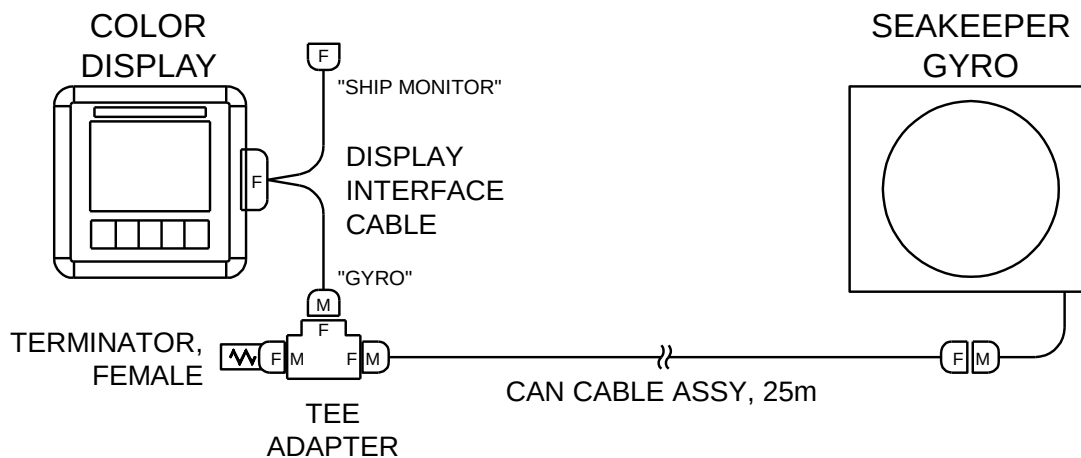

図 9 - オペレータステーションのシリアル通信リンク
- 下の図 9 は、オペレータステーションの CAN バス通信リンクを示しています。ターミネーターはジャイロから Tee アダプタの 1 遠端につけます。